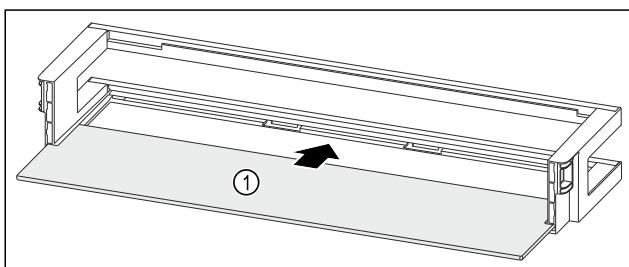

Fig. 99 Vratna polica z odlagalno polico
- Odlagalno polico Fig. 99 (1) vstavite v stranske utore.